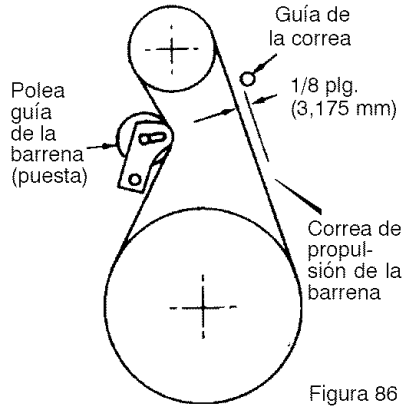

Figura 86
3. Mida la distancia entre la **guía de la correa** y la **correa de la barrena**. La distancia debe ser de 1/8 de pulgada (3,175 mm). (Figura 86).